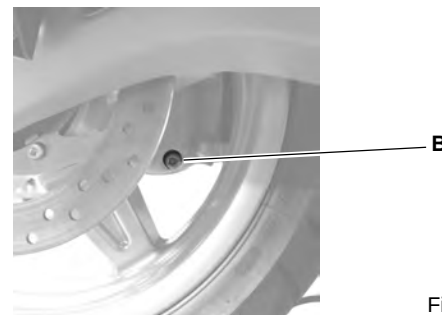

Fig. 27
- Effectuer les opérations mentionnées aux points 1 - 2 sans réintroduire la jauge graduée ; glisser ensuite un bac sous le carter du moteur et dévisser la vis de vidange (B - Fig. 27), en faisant attention à la rondelle de joint.